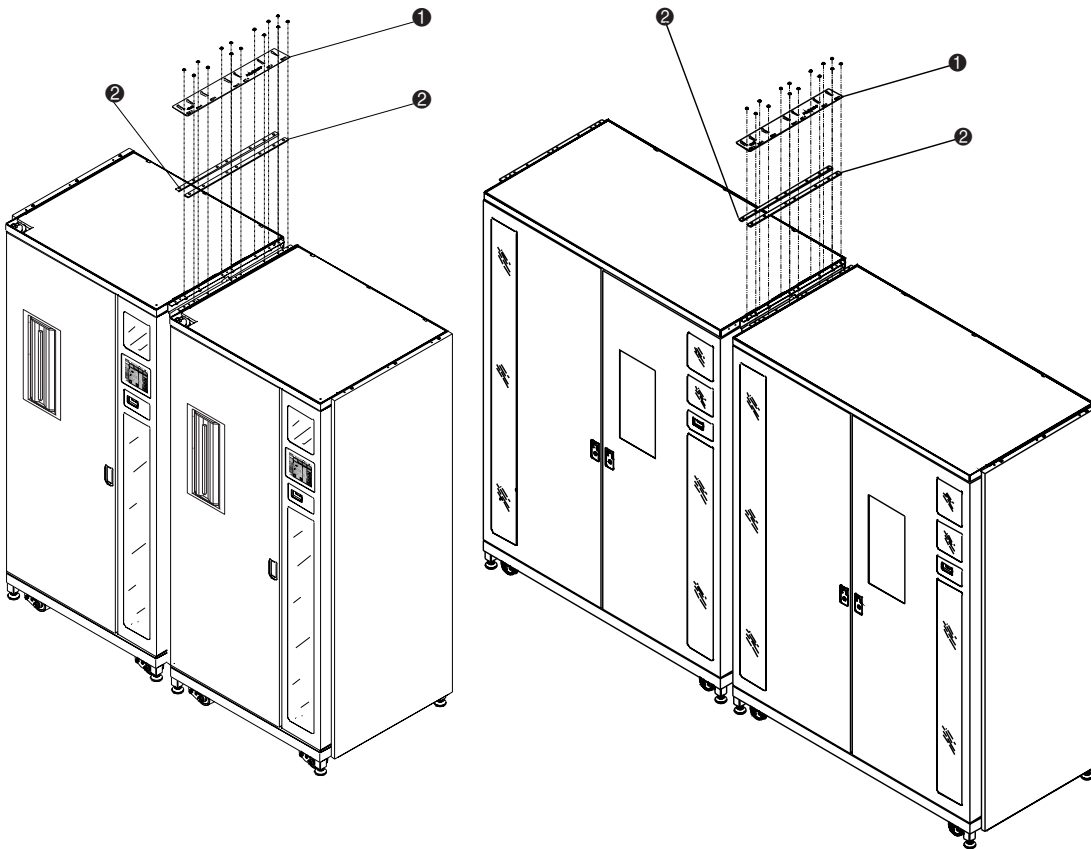

Figura 2-5. Placas y espaciadores de la placa de conexión del receptáculo superior
12. Instale los dos espaciadores (Referencia 6312028) y la placa de conexión del receptáculo superior (Referencia 6312027) como se muestra en la Figura 2-5 con siete tornillos y arandelas en ambos lados.